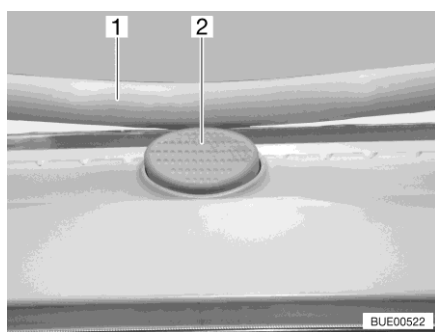

Fig. 87 Bottone di sicurezza (oblò Heki)
- Premere il bottone di sicurezza (Fig. 87,2) e tirare verso il basso la staffa (Fig. 87,1) con entrambe le mani.
- Premere la staffa verso l'alto con ambedue le mani, finché la staffa non poggia al di sopra del bottone di sicurezza (Fig. 87,2).